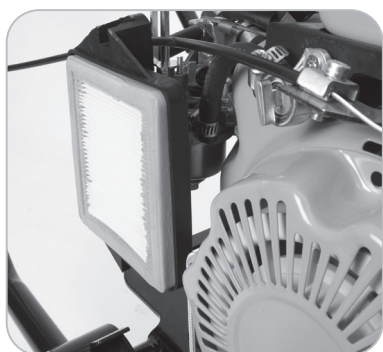

Fig. 17
- Retire de la carcasa el elemento del filtro de aire para su inspección. **(Fig. 17)** Si el elemento de papel del filtro de aire muestra signos de decoloración fuerte y obstrucción por suciedad, polvo, etc., se debe sustituir.